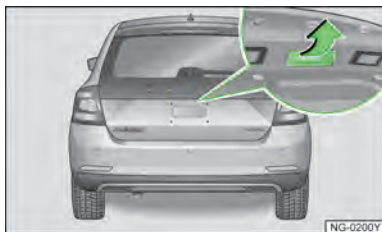

图 57
- ▶ 按压行李厢盖下部的把手，向上开启行李厢盖▶ 图 57。